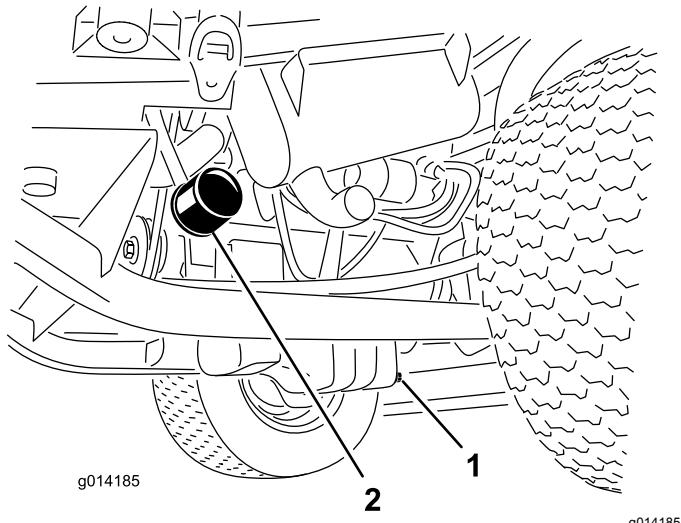

Figure 33
- Retirez le bouchon de vidange (Figure 33) et laissez couler l'huile dans un bac de vidange.
- Déposez le filtre à huile (Figure 33).